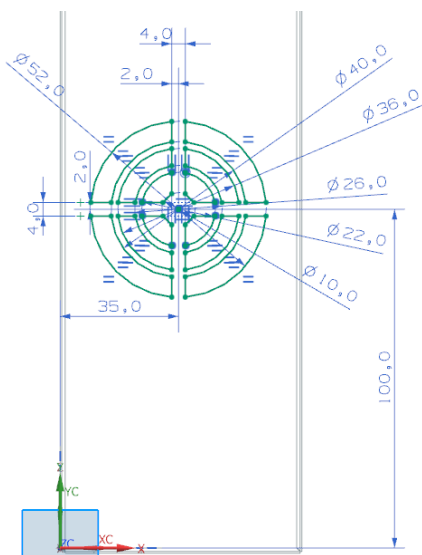

图 6-98 绘制草图
(3) 在“创建草图”对话框中，单击<确定>按钮，进入草图设计环境，绘制如图 6-98 所示的裁剪轮廓。单击“完成”图标，草图绘制完毕。